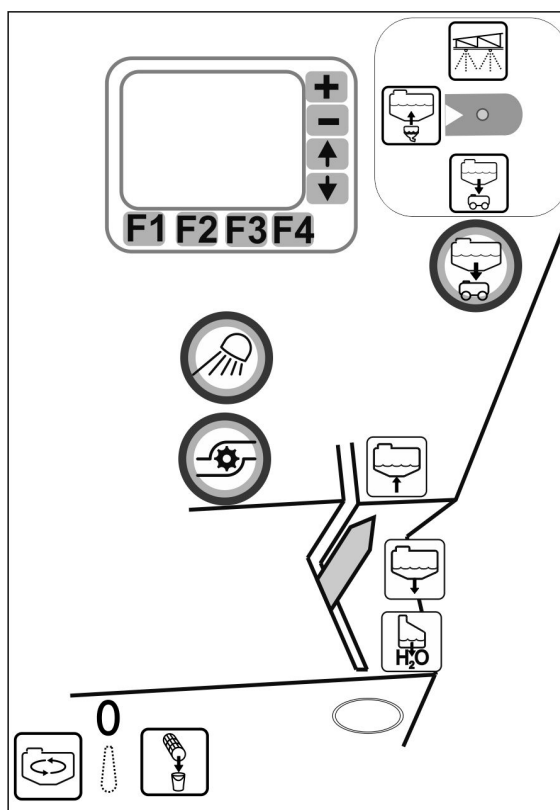

Fig. 144
- Curățați filtrul de aspirație (Fig. 144) zilnic, după curățarea stropitorii de câmp.
- Gresați inelul O jos la filtrul de aspirație (Fig. 144/4). Acordați atenție la montarea corectă a inelelor O.
1. Desprindeți capacul filtrului de aspirație (Fig. 144/2).
2. Înlăturați capacul filtrului de aspirație (Fig. 144/3) și curățați-l cu apă.
6. Desprindeți capacul filtrului de aspirație (Fig. 144/2).
7. Acționați supapa hidraulică de descărcare de la filtrul de aspirație (Fig. 144/1).
8. Înlăturați capacul filtrului de aspirație (Fig. 144/3) și curățați-l cu apă.